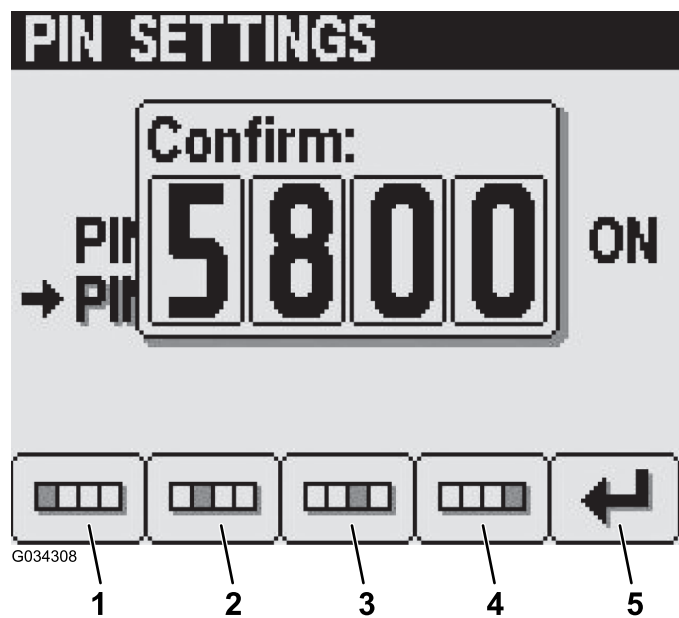

Figure 20
- Confirmez le nouveau code PIN en utilisant les boutons 1 à 4 puis en appuyant sur le bouton 5 (Figure 20).
Remarque: Après confirmation des réglages du code PIN (Figure 20), l'écran Code PIN correct s'affiche pendant 5 secondes environ.